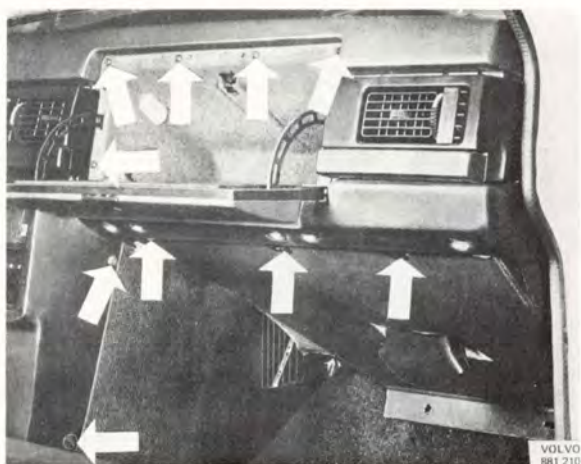

Bild 61
2. Demontera höger sidopanel och isolerpanel samt handsfacket (bild 61).